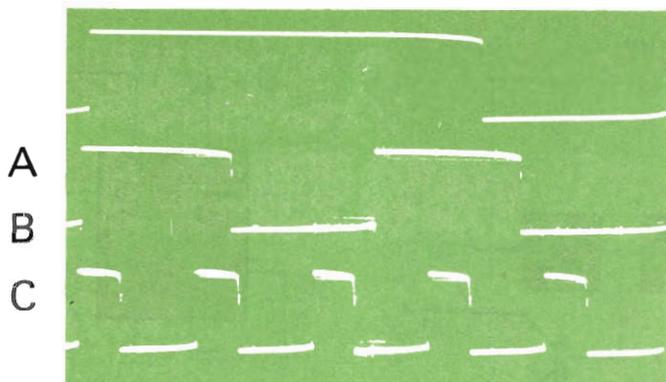

Fig. 4 - Forme d'onda in corrispondenza di diversi valori di R2 nella fig. 3-E. La frequenza in A) è di 10 kHz, in B) di 20 kHz e in C) di 50 kHz
Esistono diversi modi per generare un'onda quadra; servendosi del circuito disegnato nella fig. 3-E, è possibile ottenere un'ampia gamma di valori di frequenza e di rapporto alto/basso utilizzando un solo condensatore. Si può constatare ciò osservando le tracce oscilloscopiche composite illustrate nella fig. 4. Il circuito utilizzato monta un resistore (R_1) da 2.200 Ω , un resistore (R_2) da 10.000 Ω ed un condensatore (C) da 0,01 μF . Le tre tracce corrispondono a tre posizioni di R_2 . Il campo di frequenza va da 5 a 80 kHz. Impiegando potenziometri al posto di R_1 e di R_2 , è possibile regolare esattamente sia il valore della frequenza sia quello del rapporto alto/basso ai livelli de-